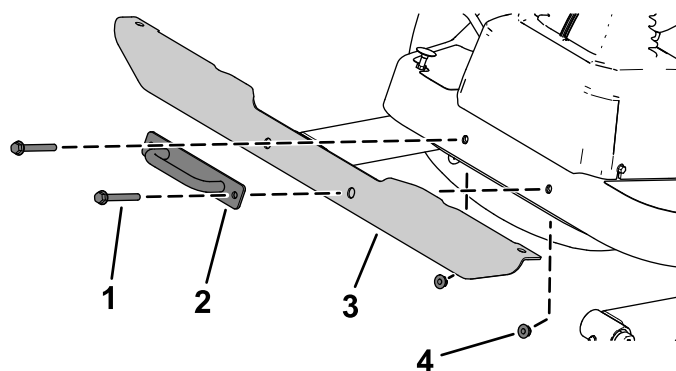

Figure 12
2. Fixez le support transversal d'éclairage sur la plate-forme à l'aide des boulons, des écrous et du support d'attache (Figure 12).